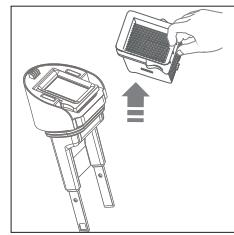

Fig. 16 – Rimozione del filtro
- ▶ per spegnere l'apparecchio premere il tasto (1).
- ▶ Tirare il filtro EPA 10 verso l'alto per estrarlo dal tappo del serbatoio dell'acqua sporca (**vedere Fig. 16**).